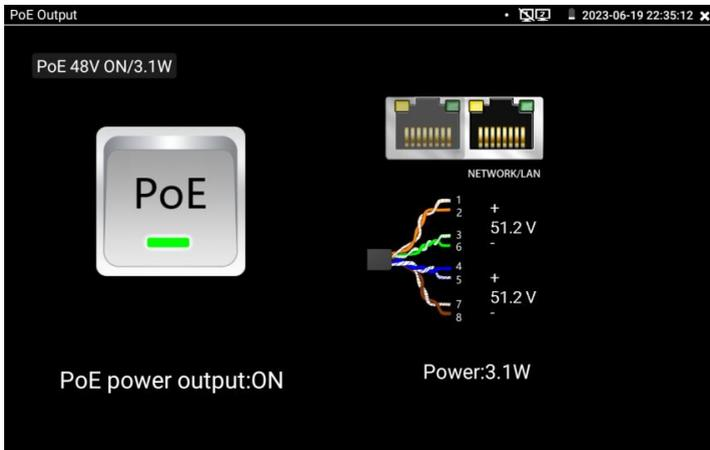

Рис. 8 Питание PoE
- 1) Если IP-видеокамера поддерживает питание по PoE и не потребляет более 30 Вт (управляемые PTZ IP-видеокамеры могут потреблять больше мощности и не всегда подходят для этого способа) ее можно запитать на время теста от самого тестера по PoE. Для этого выберите пункт PoE Output в папке IP Camera Test (рис. 8). Приложение также покажет напряжение PoE и потребляемую устройством мощность.